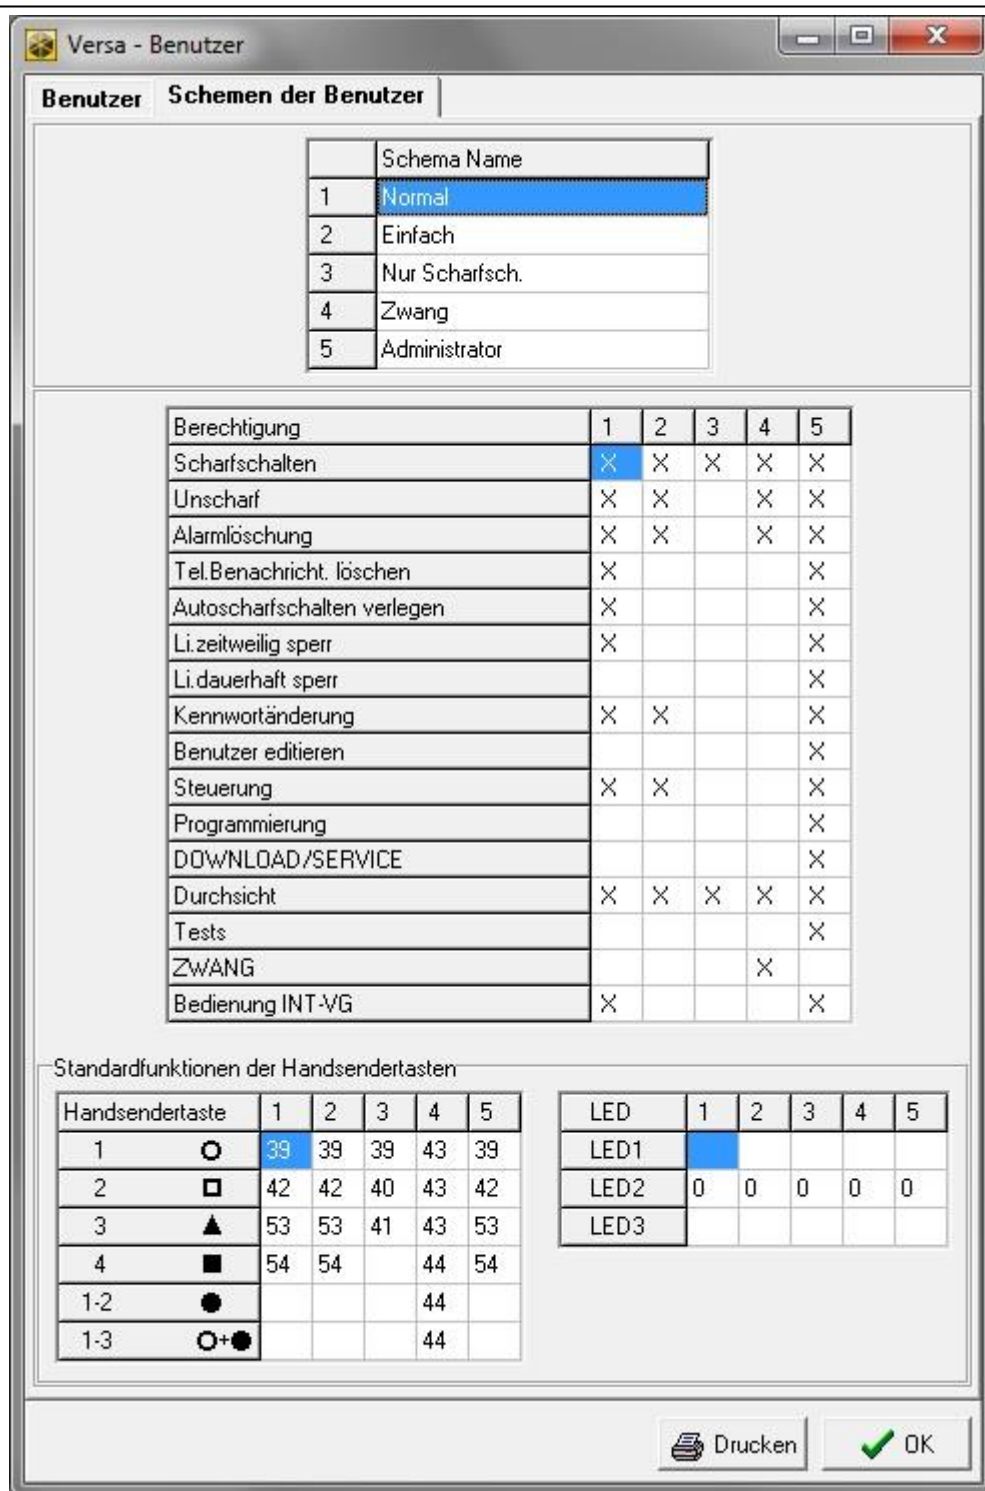

Abb. 31. Programm DLOADX: Registerkarte „Schemen der Benutzer“ im Fenster „VERSA – Benutzer“.
- Programm DLOADX: Fenster „VERSA – Benutzer“ → Registerkarte „Schemen der Benutzer“ (Abb. 31).